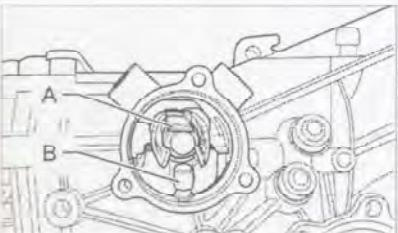

Рис. 7.347. До упора надавите на вал переключения передач (A) и извлеките палец (B).
3. До упора надавите на вал переключения передач (A) и извлеките палец (B) (рис. 7.347).